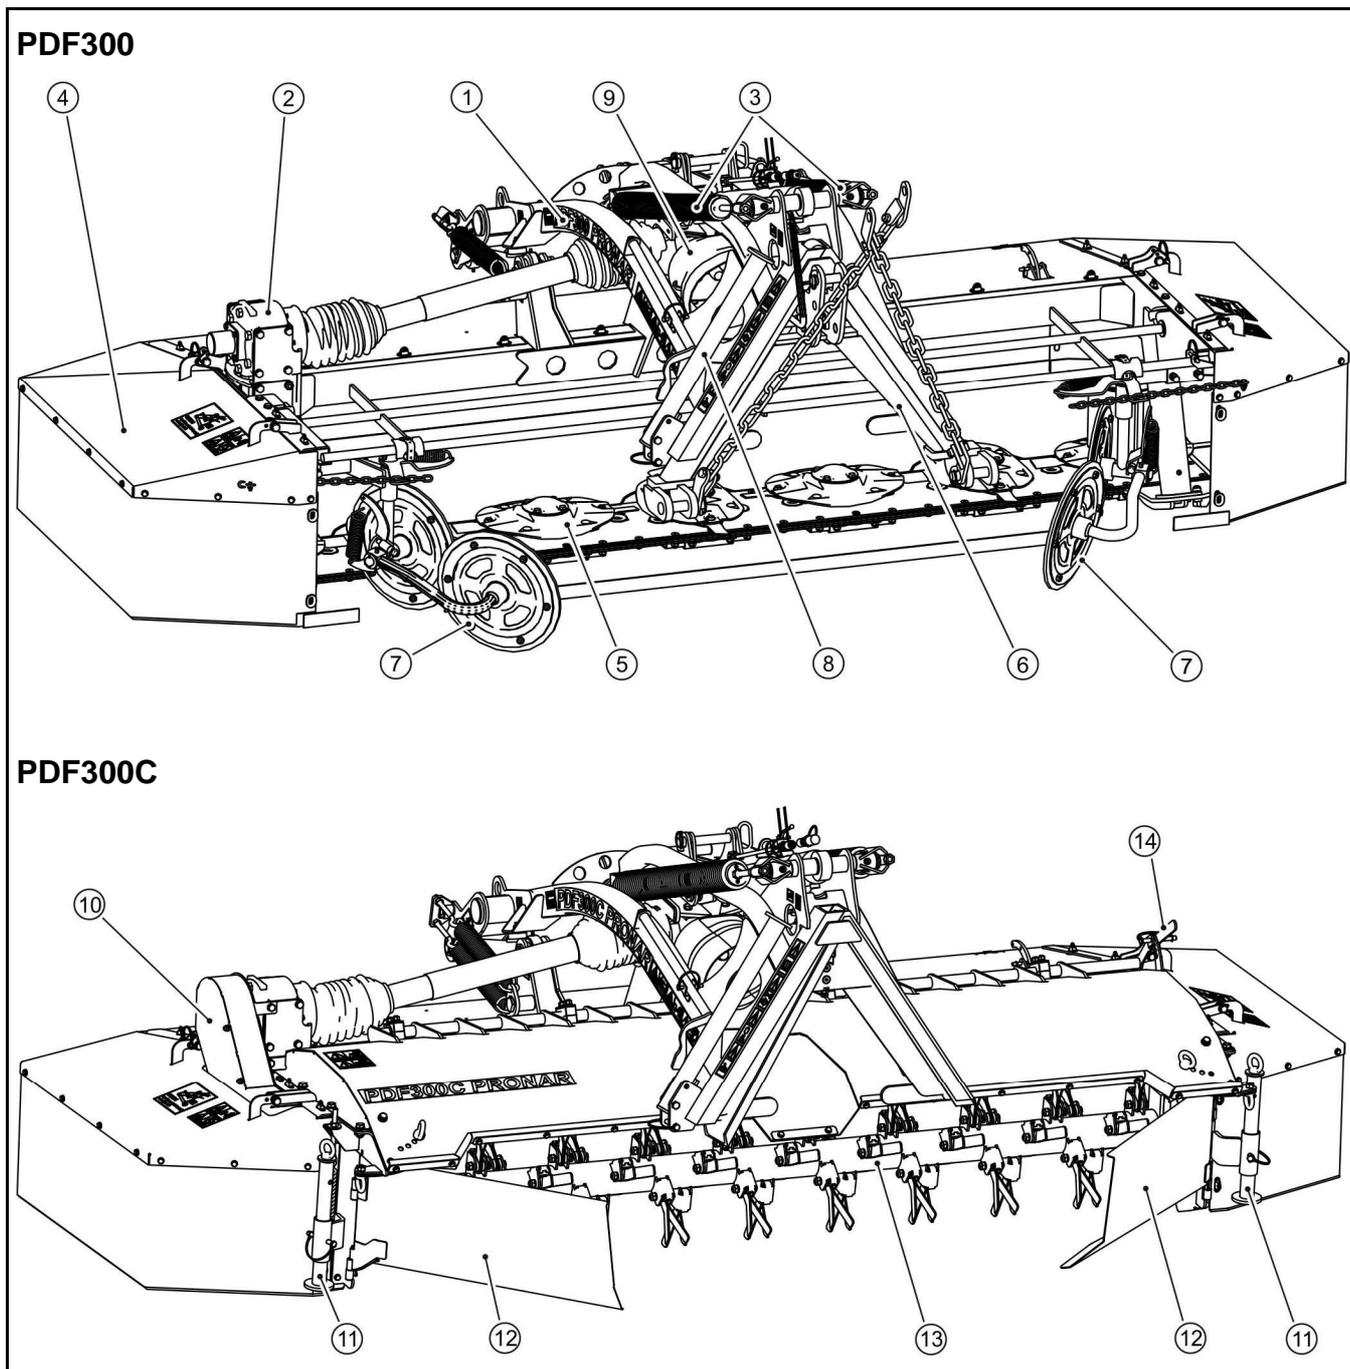

РИСУНОК 3.1 Общее устройство
(1) рама навески, (2) передача привода режущего бруса, (3) разгрузочные пружины, (4) главная рама с кожухами, (5) режущий брус, (6) трехточечная система навески, (7) подборщик покоса, (8) опора, (9) центральная передача косилки, (10)- ременная передача привода вспушивателя покоса (PDF300C), (11)- опоры вспушивающего аппарата (PDF300C), (12)- подборщик покоса (PDF300C); (13)- вал вспушивателя (PDF300C); (14)- рычаг регулирования демпфирующих пальцев (PDF300C).
Передненавесная дисковая косилка PDF300 / PDF300C (РИСУНОК 3.1) предназначена для агрегирования с трактором, оборудованным передней трехточечной навесной системой и передним валом отбора мощности (ВОМ). Состоит из рамы навески (1), соединенной при помощи тяг и шкворней с главной рамой (4). К главной раме крепятся подъемные боковые кожухи, передние и задние защитные приспособления. Передача привода от трактора на режущий брус (5) осуществляется при посредничестве передач (2) и (9) и телескопических карданных валов (РАЗДЕЛ 3.4 „СИСТЕМА ПЕРЕДАЧИ ПРИВОДА И РЕЖУЩИЙ АППАРАТ”). Разгрузочные пружины (3) служат для обеспечения соответствующего нажима режущего бруса на основание (РАЗДЕЛ 4.5 „РЕГУЛИРОВКА И КОШЕНИЕ”). К главной раме (PDF300) крепятся передвижные подборщики (7), укладывающие скошенную траву в покос шириной от 1,2 м до 2,0 м.